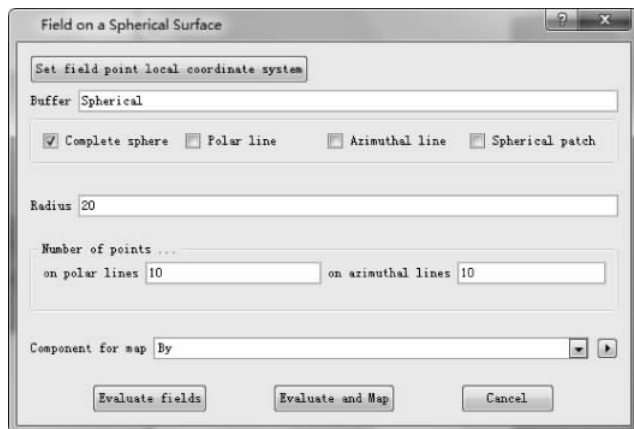

图 3.1.41 球面场值计算设置对话框
(3) 计算某一球面上场值分布。单击工具栏的 Field on a Spherical Surface 按钮 ,弹出如图 3.1.41 所示的球面场值计算设置对话框。